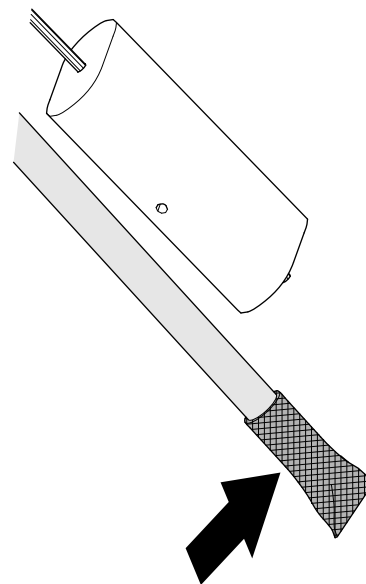

Figura 89
1. Limpie el filtro del extremo del tubo de aspiración de combustible (Figura 89).